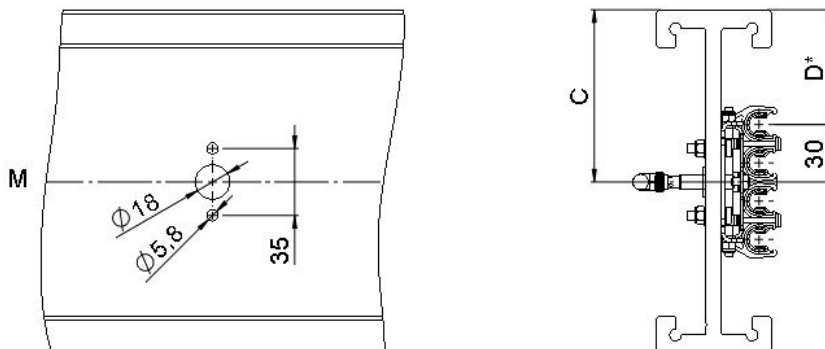
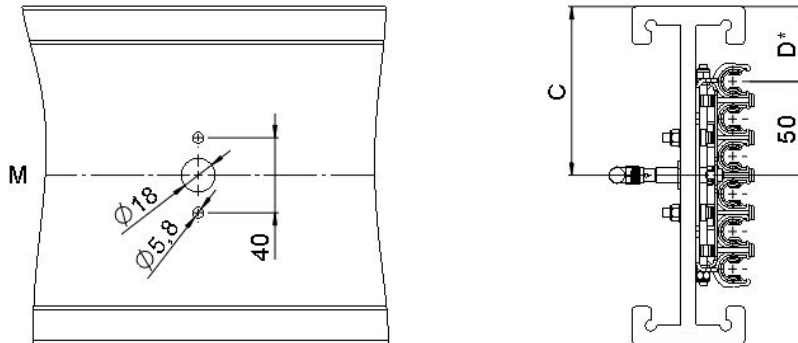

Abb. 5: Beispiel: Bohrbild Schleifkontakt-Sensoreinheit (4-polig)
Abb. 6: Beispiel: Bohrbild Schleifkontakt-Sensoreinheit (6-polig)
Die Maße der **Bohrung für den Sensor** und die **Befestigungsbohrungen** sind in Kapitel 6.3.1 in Abb. 5 aufgezeigt. Es wird empfohlen im Vorfeld eine Zeichnung erstellen, welche zum Beispiel im Rahmen einer **Projektdokumentation** zur Verfügung gestellt werden kann.
Die Position der Bohrungen hängt von der Mitte aller Schleifleitungsschienen ab (Beispiel: Bei 6 Polen liegt die Schleifleitungsmitte M zwischen dem 3. und 4. Pol siehe Abb. 6). In diesem Beispiel wurden die 6 Pole in der Mitte des EHB-Profiles gelegt.
- Bohrungen für Befestigungsschrauben ($\varnothing$ 5,8 mm) und Bohrung für Rohr ($\varnothing$ 18 mm) in das EHB-Profil bohren (siehe Abb. 5 und Abb. 6). Der Bohrungsabstand ist abhängig von der Polzahl (4-polig oder 6-polig). Die Schleifleitungsmitte M ist ein individuelles Anlagenmaß.